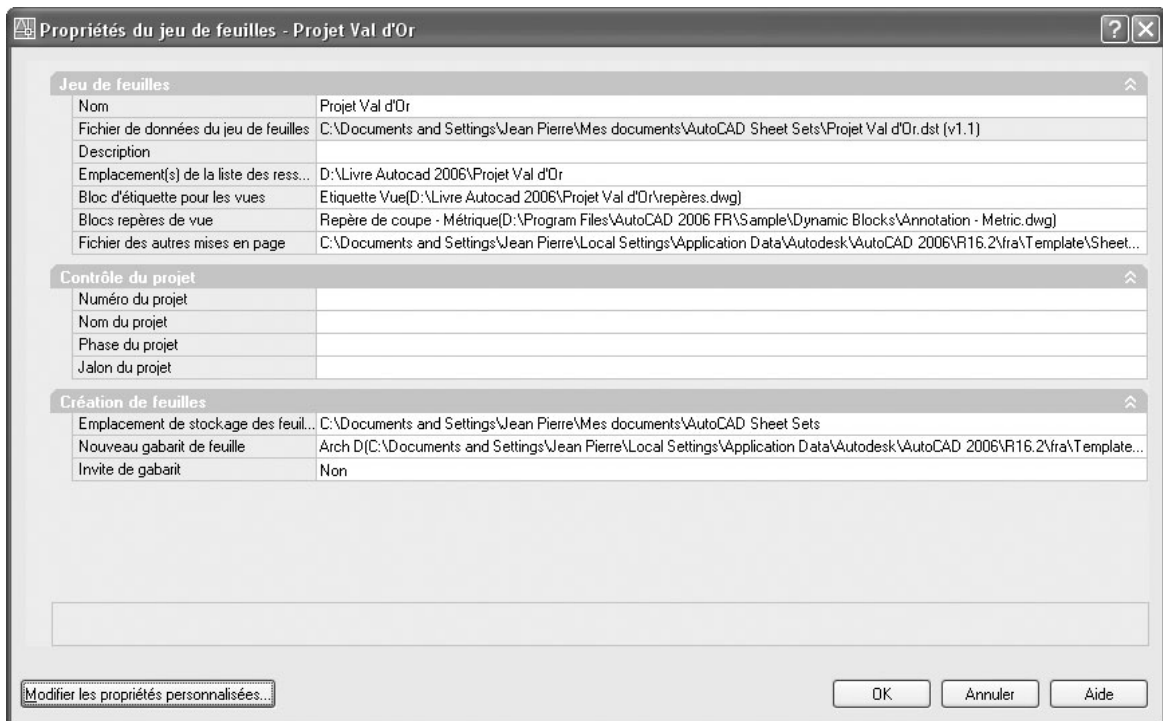

Fig.24.23
- 3 Dans la boîte de dialogue **Propriétés du jeu de feuilles** (Sheet Set Properties), cliquer sur **Blocs repères de vue** (Callout blocks). Cliquer ensuite sur le bouton [...], situé à droite sur la ligne (fig.24.23).